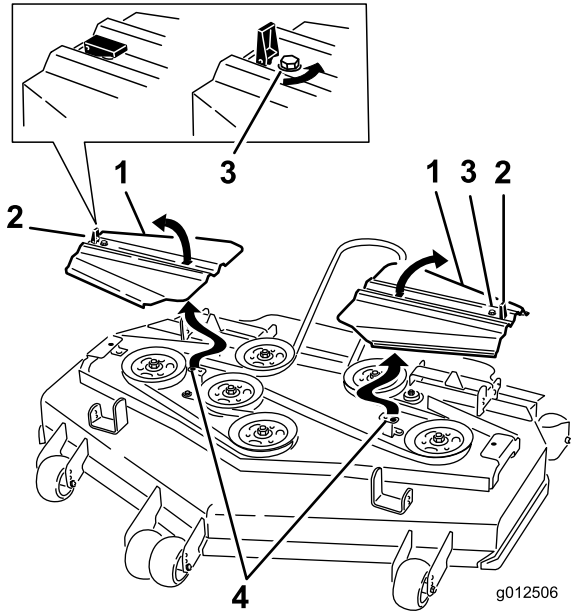

Bild 65
- Setzen Sie die Riemenabdeckungen auf. Die Laschen sollten in den Schlitten stecken. Setzen Sie die Schrauben und schließen Sie die Riegel (Bild 65).